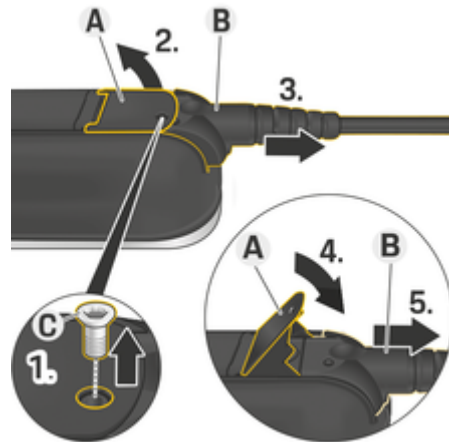

図. 236 ケーブルの切り離し
1. 適切なツールを使用して、スクリューC(図. 236)を取り外します。
2. リフトレバーA(図. 236)。
3. 抵抗を感じる所までプラグB(図. 236)を引き出します。
4. レバーA(図. 236)を閉じます。
5. プラグ B (図. 236) を完全に引き出します。